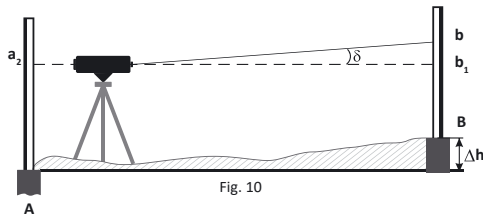

Fig. 10
b) Spostare il livello e posizionarlo ad una distanza di 1-2 m dalla guida A (Fig. 10). Livellare il dispositivo e prendere i conteggi A2 e B2 sulle guide A e B rispettivamente. Se $|a2 - b2| - |a1 - b1| < 3 \text{ mm}$, la regolazione ulteriore non è necessaria.